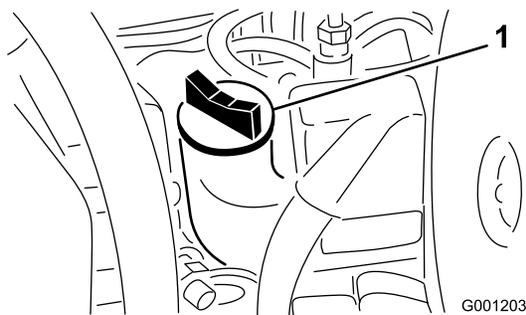

Рисунок 46
4. Если уровень масла на щупе находится на метке ADD (ДОБАВИТЬ) или ниже, снимите крышку маслозаливной горловины (Рисунок 46) и долейте масло так, чтобы его уровень доходил до отметки FULL (Полный).